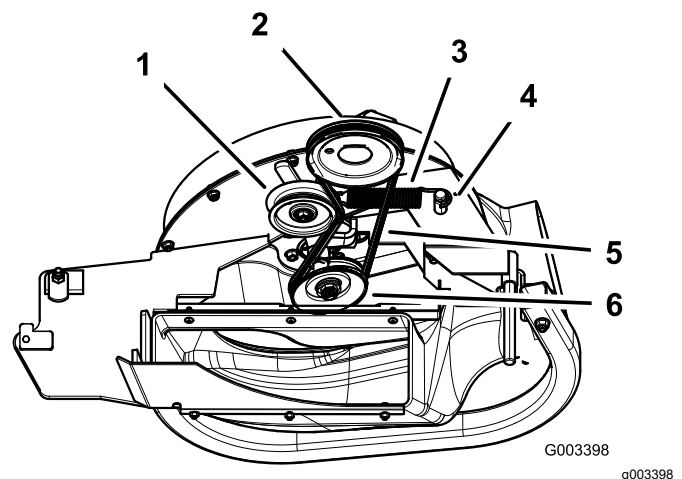

図 58
4. スプリング付きのアイドラプーリを引っ張ってベルトのテンションを弱める 図 58。
6. ブロープーリに新しいベルトを取り付ける 図 58。